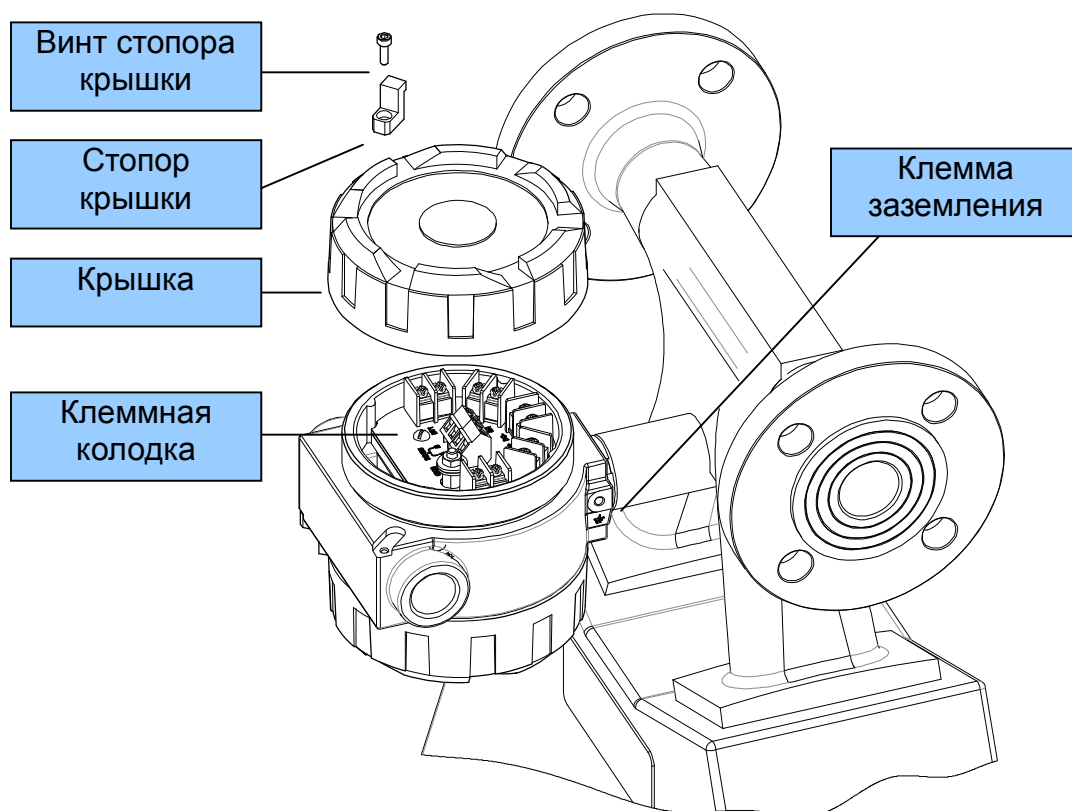
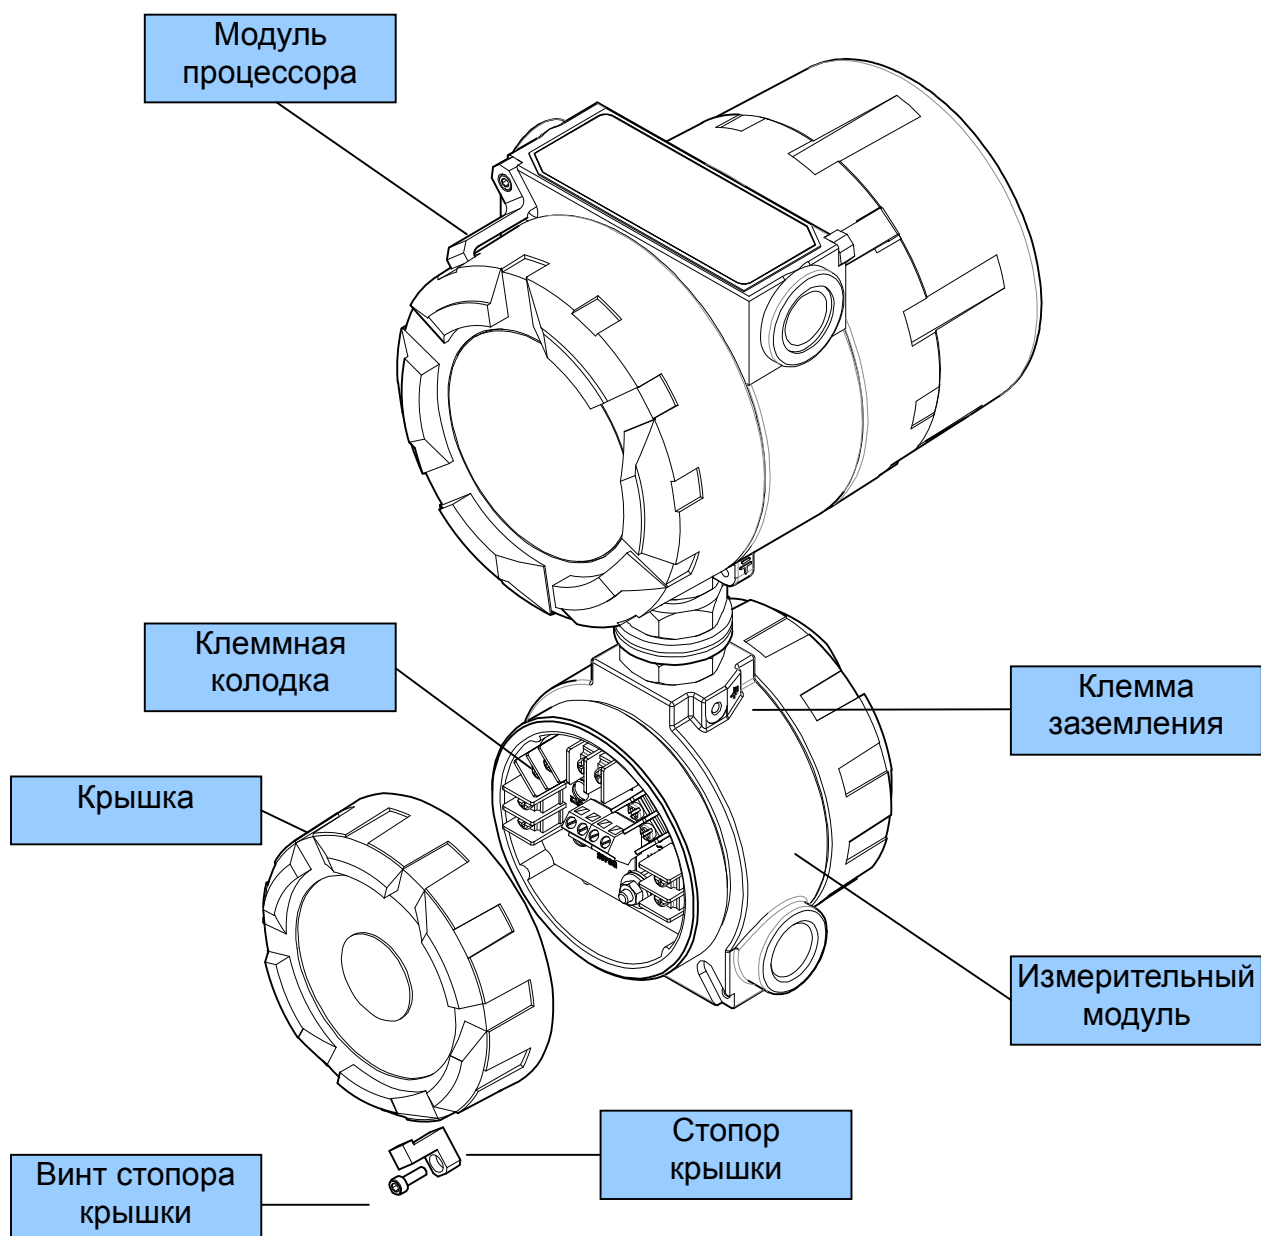
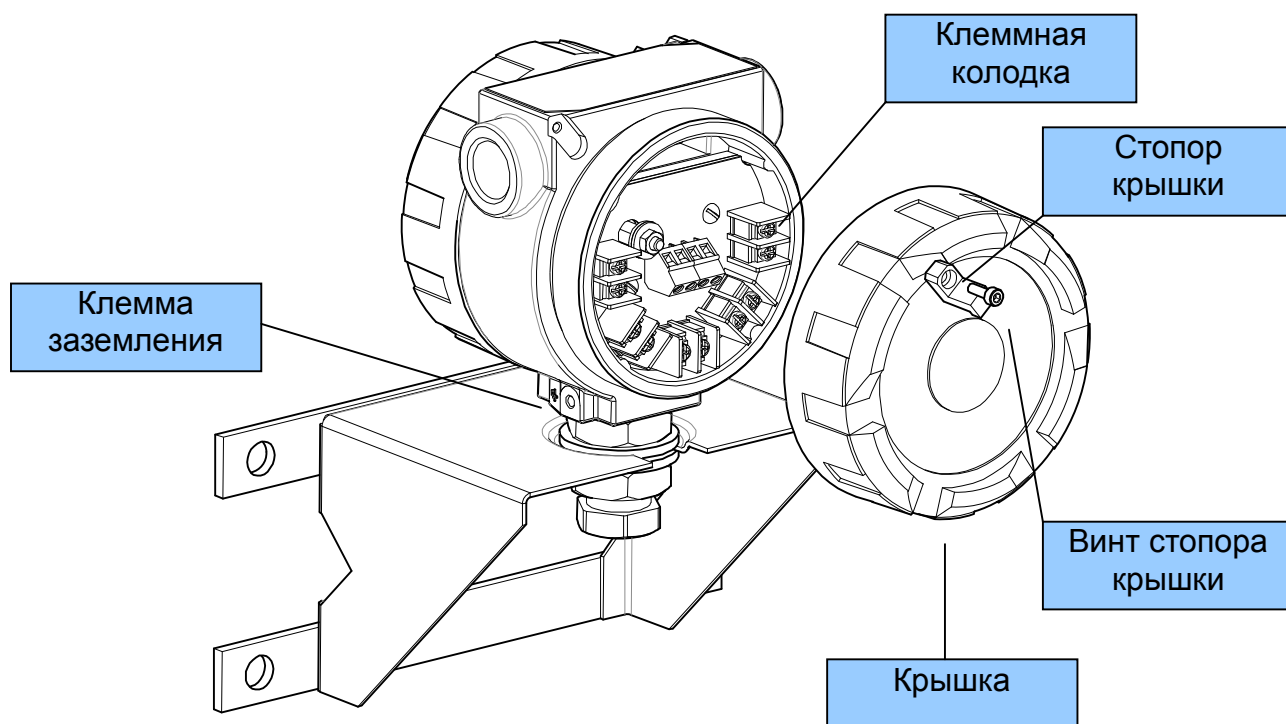

Рисунок 2.4 – Корпус измерительного модуля (исполнения И, В) или клеммной коробки (исполнения Р, РВ), размещенный на датчике.
Рисунок 2.7 – Корпус измерительного модуля (исполнение Р) или корпус клеммной коробки (исполнения В, РВ) в едином конструктиве с модулем процессора .
Рисунок 2.8 – Корпус измерительного модуля (исполнение РВ).
8) Если кабель помещен в кабелепровод, присоедините провод заземления кабелепровода к клемме заземления на корпусе клеммной коробки (рисунок 2.4).
- 1) Открутите винт стопора крышки и снимите стопор (рисунок 2.7 для исполнения Р, рисунок 2.4 для исполнения В, рисунок 2.8 для исполнения РВ);
7) Если кабель помещен в металлический кабелепровод, присоедините провод заземления кабелепровода к клемме заземления на корпусе ИМ (рисунок 2.7 для исполнения Р, рисунок 2.8 для исполнения РВ).
12) Если кабель помещен в металлический кабелепровод, присоедините провод заземления кабелепровода к клемме заземления на корпусе ИМ (для исполнения РВ – рисунок 2.8, для исполнения В – рисунок 2.4).
13) Поставьте на место крышку измерительного модуля и заверните до сжатия уплотнительного кольца (рисунок 2.7 для исполнения Р, рисунок 2.4 для исполнения В, рисунок 2.8 для исполнения РВ);
- 8) Если кабель помещен в металлический кабелепровод, присоедините провод заземления кабелепровода к клемме заземления на корпусе клеммной коробки (рисунок 2.7).